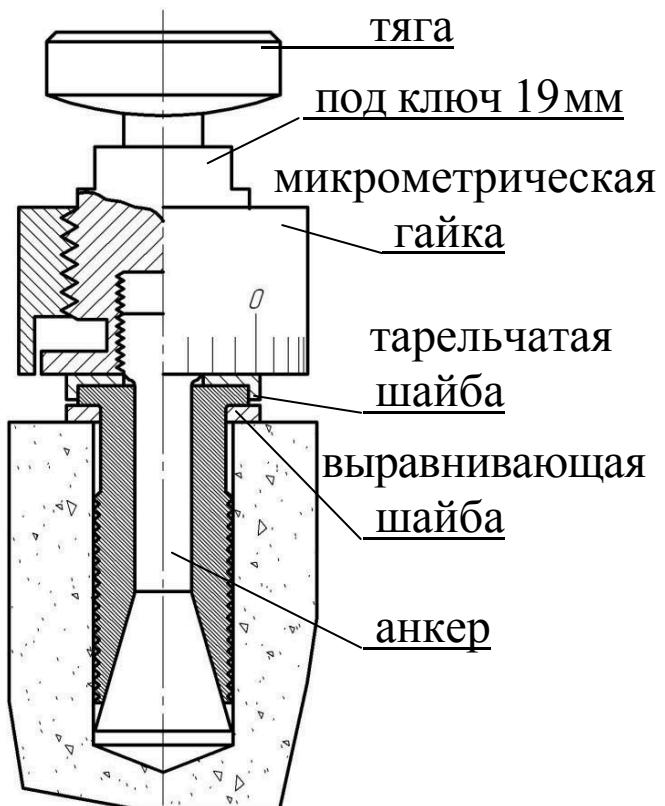

Рисунок 2.1 – Установка анкера
2.2.1.5 Заложить анкерное устройство с тягой в подготовленное отверстие до упора выравнивающей шайбы в поверхность бетона (рис. 2.1) и создать предварительное напряжение в зоне установки анкера, для чего ключом на 19 довернуть тягу по часовой стрелке, не допуская вытягивания анкера из отверстия. Затяжку привести с усилием (момент затяжки  $4,5 - 5,0 \text{ кг}\cdot\text{м}$ ).